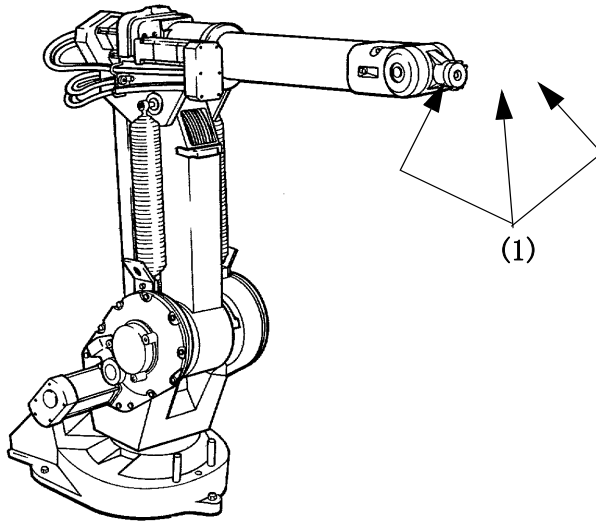

Figure 17: 轴 5 和 6 的润滑位置。
润滑油通过 3 个油嘴 (1) 注入, 请参见 Figure 17。注油枪喷嘴类型应为 Orion 1015063, 或同等类型。